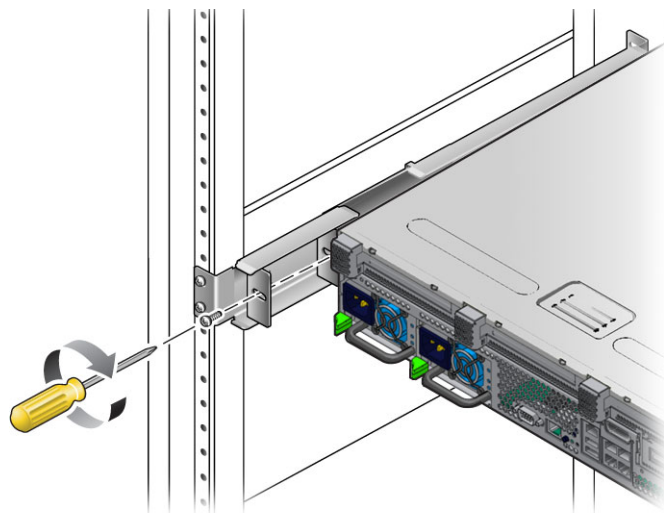

図 3-21 背面フランジへのサーバーの背面の固定
16. サーバーが背面フランジに接するまでサーバーを後方に押し、各背面フランジで M5×10 SEM ねじを 1 本ずつ使用して、サーバーの背面を背面フランジに固定します (図 3-21)。